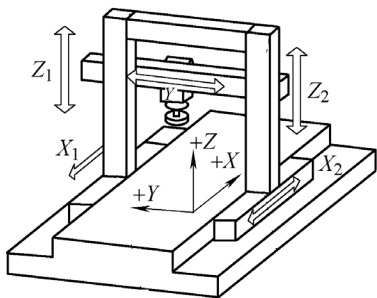

图1 龙门轴机床典型的结构
(1) 龙门轴 (GANTRY) 简介。如图1所示, X 和 Z 轴分别有由两个电动机和两个轴组成的两个龙门轴控制系统, 其中 X_1 和